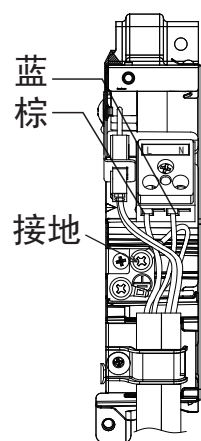

图15
- 将连接电缆如下图将头部弯折，并分别按不同颜色的线牢固的固定到端子台相对应的位置，紧固力矩（5kgf.cm）。（如图15）